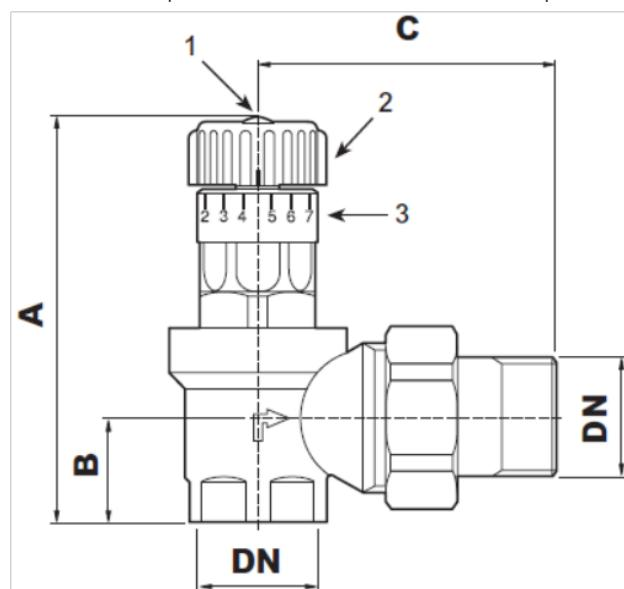

fig. 80 -
- Allentare la vite di bloccaggio della manopola (1) (vedi "fig. 80 -").
- Tarare la valvola alla pressione differenziale di apertura  $\Delta P$  girando la manopola (2) (vedi "fig. 80 -").
- A taratura riavvitare la vite di fissaggio(1) (vedi "fig. 80 -").